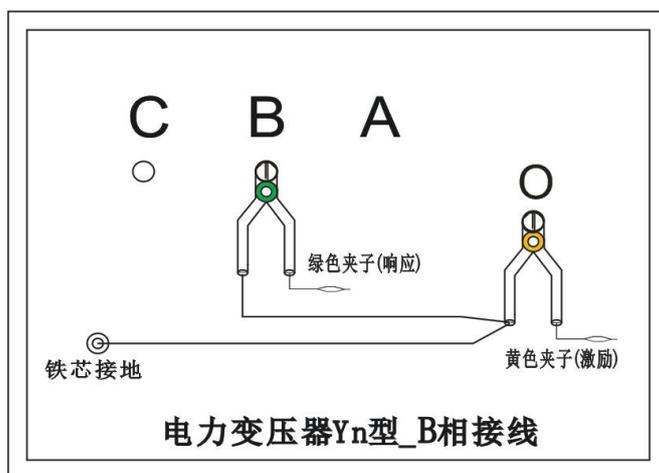

图 5
2.2.4 以上接线完成对三相 Y_n 形的 B 相测量接线，如图 5。